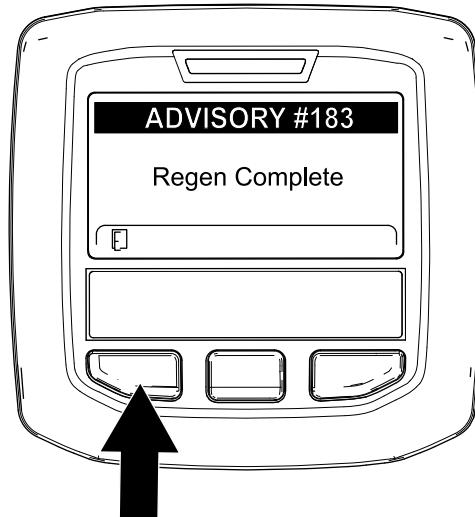

Figura 63
9. Cuando el ordenador del motor finaliza una regeneración con la máquina aparcada o una regeneración de recuperación, el InfoCenter muestra ADVISORY #183 (Aviso n.º 183) (Figura 63). Pulse el botón de la izquierda para salir a la pantalla de inicio.
**Nota:** Si la regeneración no se realiza correctamente, el InfoCenter muestra Advisory #184 (Aviso n.º 184) (Figura 63). Pulse el botón de la izquierda para salir a la pantalla de inicio.